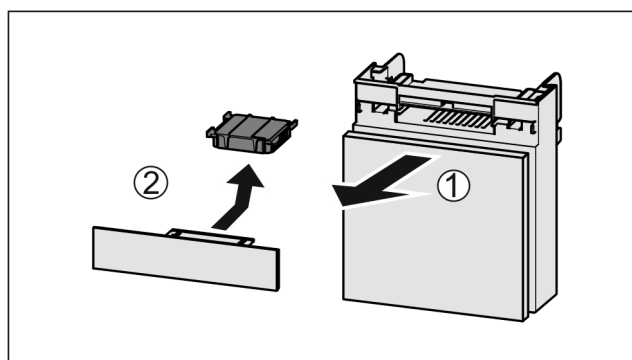

Fig. 36
- ▶ Estrarre il vano tirando in avanti Fig. 36 (1).
- ▶ Rimuovere il filtro a carboni attivi Fig. 36 (2).